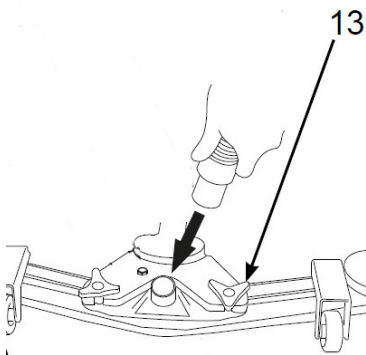

Abb. 18: Befestigen der Saugleiste
Schritt 3: Befestigen Sie die Saugleiste indem Sie die beiden Schrauben (Pos.7,Abb.18) festziehen.